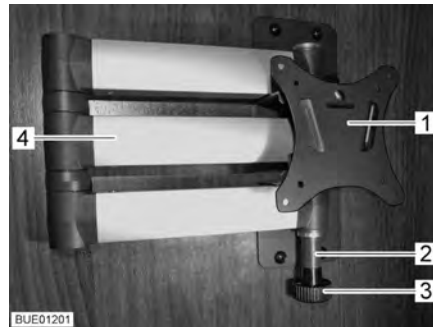

Fig. 53 Soporte con brazo articulado
- Tirar del botón de desbloqueo (Fig. 53,3). El brazo articulado (Fig. 53,4) estará desbloqueado.
- Girar la pantalla plana de regreso a la posición inicial hasta que el soporte (Fig. 53,1) engatille en el bloqueo (Fig. 53,2).